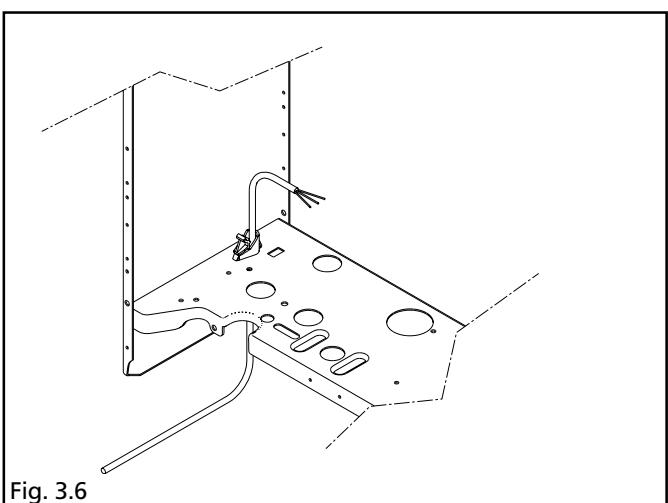

Fig. 3.6
- introducir el cable del eventual T.A. en el sujetacable situado en el bastidor (fig. 3.6)